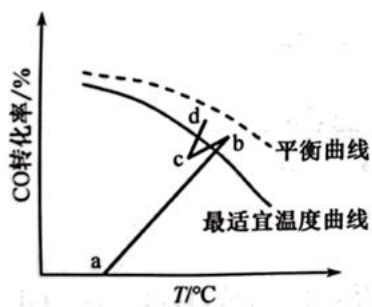

图 2
①在催化剂活性温度范围内，图 2 中 b-c 段对应降温操作的过程，实现该过程的一种操作方法是_____。